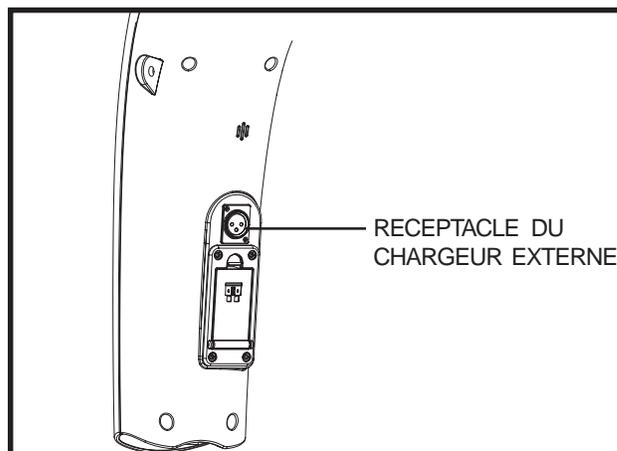

Figure 5. Réceptacle du chargeur externe (Monté sur le guidon)
Pour charger les batteries, le cordon du chargeur doit être branché dans ce réceptacle. Le réceptacle est situé sur le guidon ou sur le boîtier à batterie dépendant du modèle de votre scooter. **Voir les figures 5 et 5A.**
5. Branchez la prise 3-branches du cordon du chargeur dans le réceptacle. **Voir les figures 5 et 10A.**